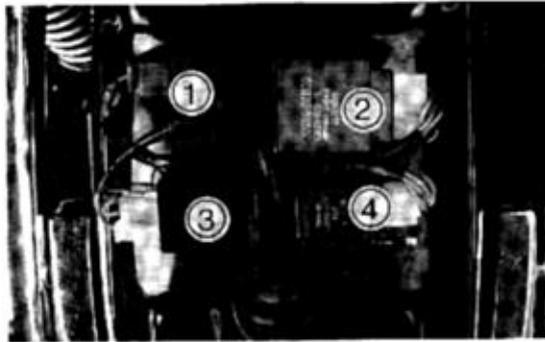

Bild 53
● Positive Prüfspitze des Taschenprüfgeräts an Klemme ③ Bild 53 und negative Prüfspitze an Klemme ⑤ anschliessen.